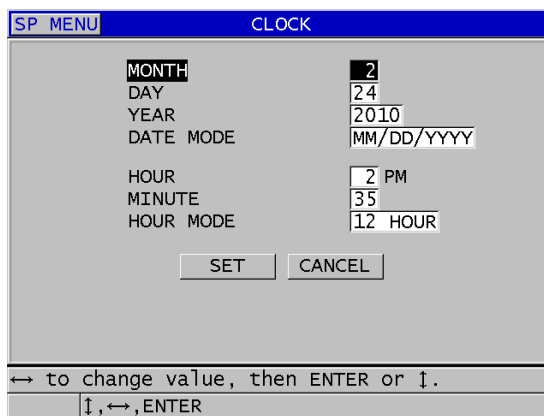

図 4-2 クロックパラメーターの選択
3. クロック画面で、以下の操作を行います (67 ページの図 4-2 参照)。